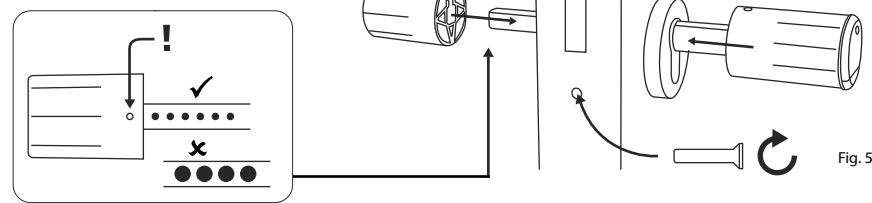

Fig. 5
- ⑤** Vissez le cylindre dans la porte et poussez les boutons intérieur et extérieur jusqu'à la surface de la porte (Fig. 5).